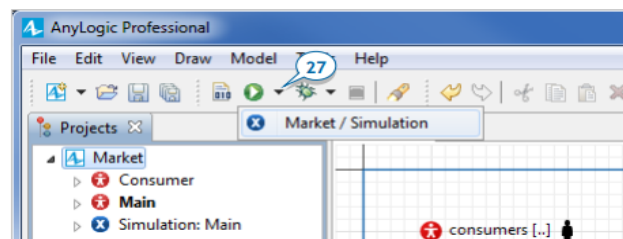

Рисунок 2.19 – Вигляд списку «Ринок» / «Симуляція»
30. Знайдіть кнопку *Run button* та клацніть на маленькому трикутнику праворуч. Виберіть експеримент, який хочете запустити, зі списку *Market / Simulation* (рис. 2.19).